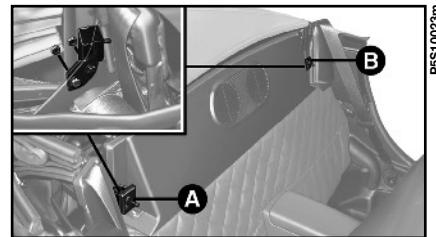

fig. 69
1) Montare le staffe laterali **A** e **B** fig. 69 in corrispondenza dei fori esistenti sui fianchi interni della vettura, destro e sinistro.
2) Fissare le staffe laterali **A** e **B** alla carrozzeria mediante le viti ed i dadi forniti. Inserire le viti e le rondelle dalla parte esterna del fianchetto e fissare le staffe dall'interno mediante i dadi, fig. 69.